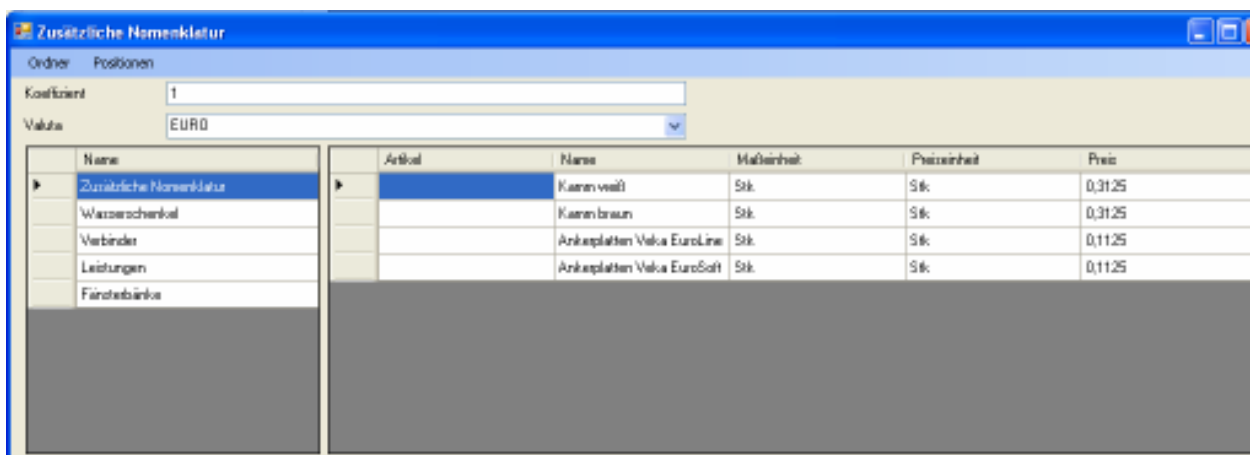

Bild 65: Katalog „Angaben zusätzlicher Nomenklatur“
D.h. für den angegebenen auf Bild 65 Beispiel, wird der Beschlagsatz Maco für den Dreh-kippbar Flügel mit den Maßen nach der Höhe von 0 bis 800 mm und nach der Breite von 0 bis 600 mm 22,76€ kosten, und wird gleicher Satz mit den Maßen nach der Höhe von 0 bis 800 mm und nach der Breite von 0 bis 1210 mm 26,79, € kosten usw..